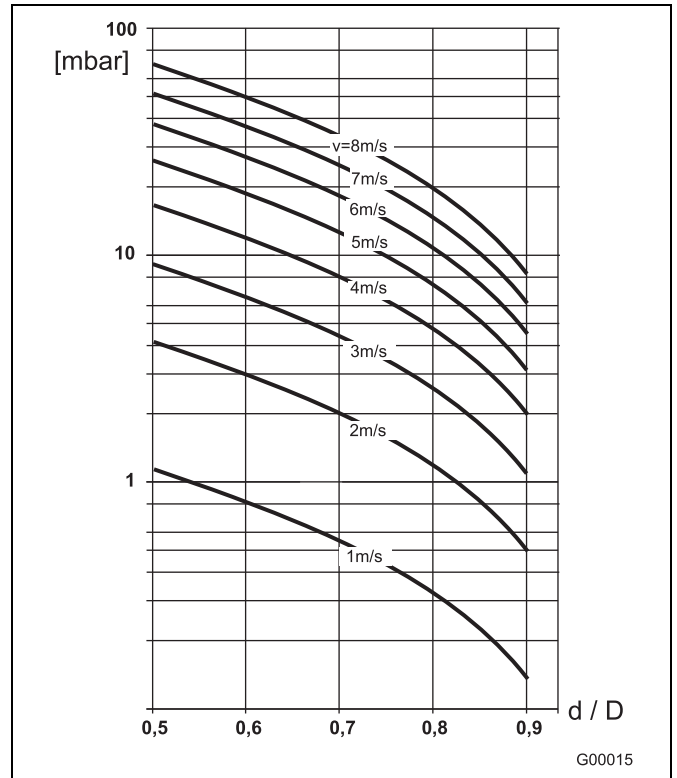

Fig. 12
2. Leer en el nomograma de flujo (Fig. 12) la velocidad de circulación.
3. Leer la pérdida de carga indicada en el eje Y de la Fig. 12.